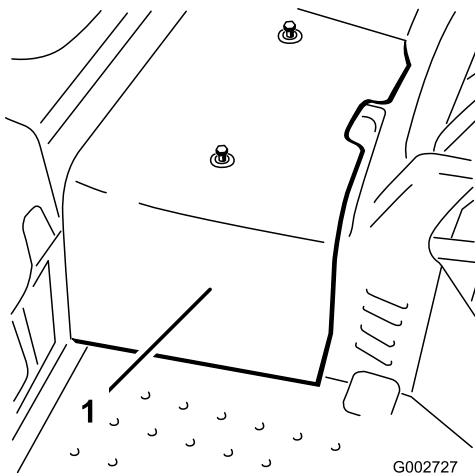

Figura 34
2. Afloje los 2 tornillos que fijan la cubierta central a la máquina y retire la cubierta (Figura 34).